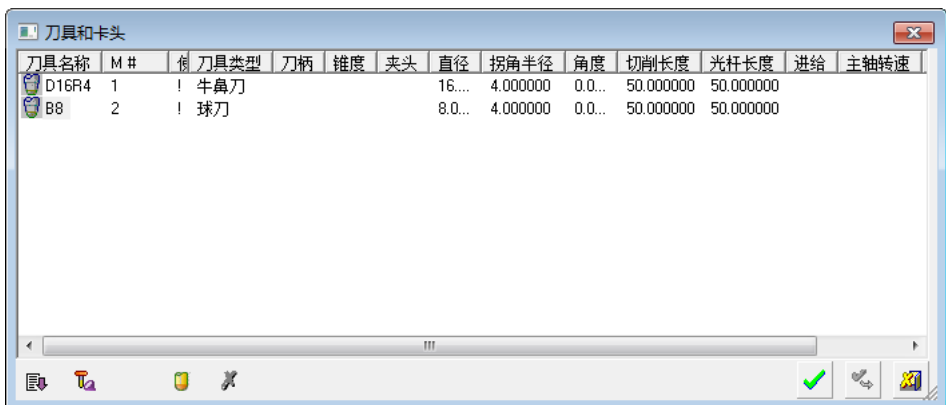

图 5-109 “刀具和卡头” 对话框 (7)
2) 选择刀具。单击“刀具和夹头”按钮,弹出“刀具和卡头”对话框(7),选择 B8 球刀,如图 5-109 所示。